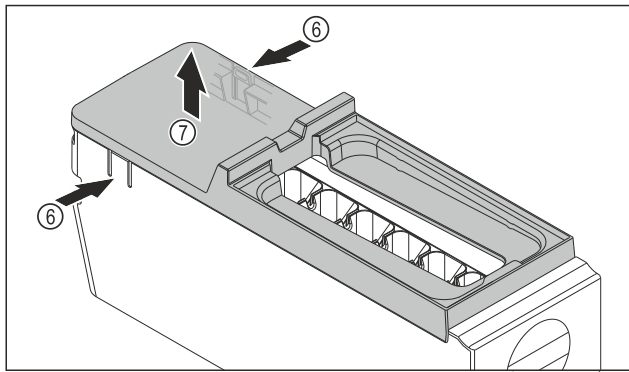

Fig. 122
- Rimuovere la copertura del corpo dell'EasyTwist-Ice: Con una mano, premere le linguette Fig. 122 (6) su entrambi i lati del corpo dell'EasyTwist-Ice.
- Con l'altra mano, estrarre verso l'alto la copertura Fig. 122 (7).